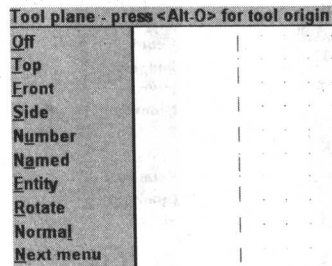

图 1.19
- **Tplane:** 这个命令用于设定刀具平面。在大多数情况下,刀具平面与绘图平面一致,此选项为 OFF 状态。使用时系统会要求指定刀具平面的原点,如图 1.19 所示。